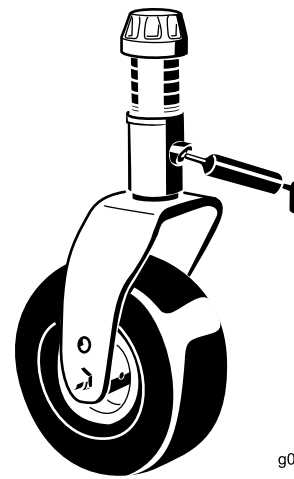

Bild 42
- Laufradgabel-Büchsen (1) (Bild 42)
- Spannarm-Gelenkbüchsen (1) (am Spannarm)